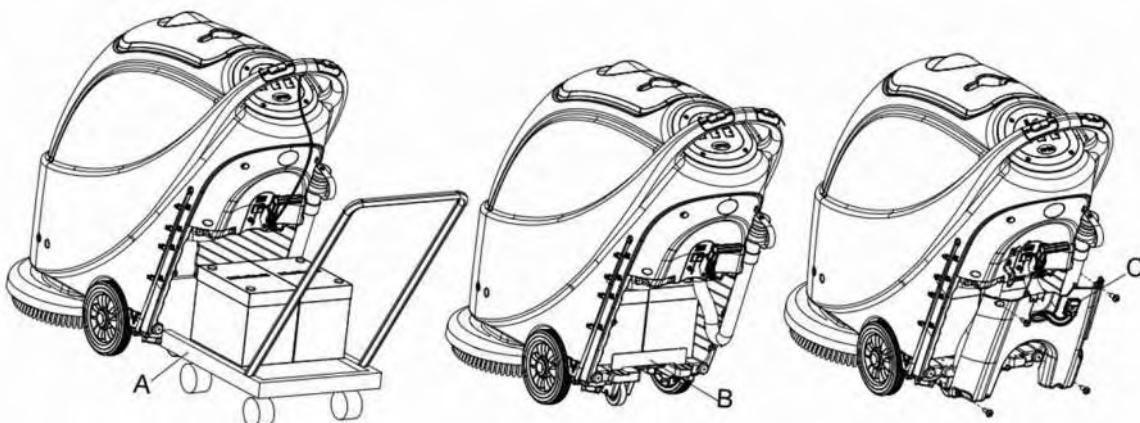

Рисунок 7
14. Установите батарею специально изготовленными инструментами по установке батареи (**A**, **рисунок 7**). После установки батареи, извлеките инструменты установки батареи, и установите фиксирующий кронштейн батареи (**B**, **рисунок 7**).
15. Установите разъем батареи (**C**, **рисунок 7**) через отверстие в верхней части крышки батарейного отсека, установите сливной шланг через правое отверстие крышки батарейного отсека, зафиксируйте крышку батарейного отсека с помощью 4 винтов, а затем установите вытягивающийся шнур валика, сливной шланг, и валик последовательно.